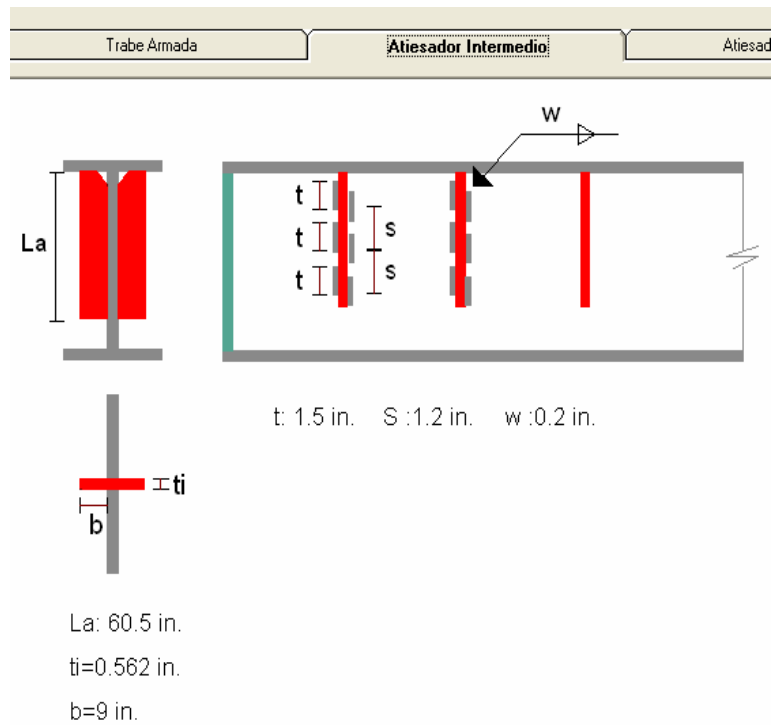

Figura 6.4 Dimensiones de Atiesadores Intermedios.
3. La carpeta “Atiesadores Intermedios”, se ilustra en la Figura 6.4.